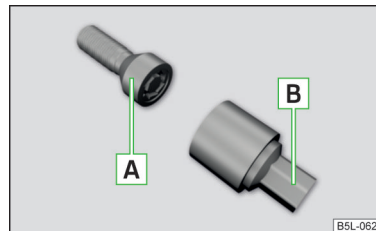

Fig. 182
Låseboltene beskytter hjulene mod tyveri. De kan kun løsnes eller spændes fast ved hjælp af adapteren [B] » Fig. 182.
- Sæt adapterens [B] » Fig. 182 side med tænder helt ind i den indvendige for- tanding i låseboltens [A] hoved.